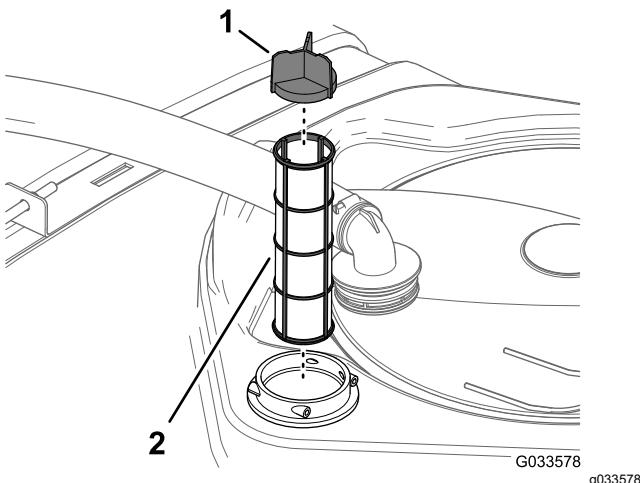

Figure 101
4. Sortez le filtre d'aspiration existant de son logement dans le réservoir (Figure 101).